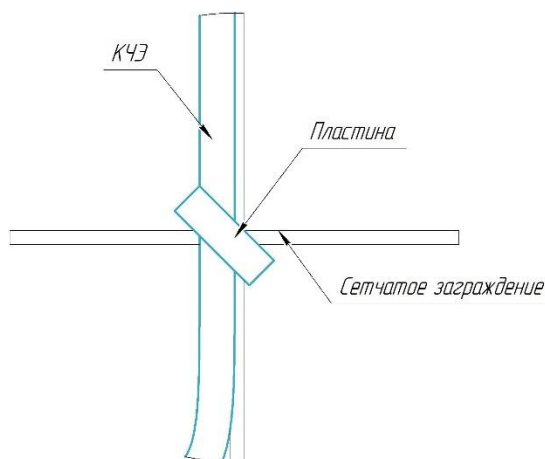

Рисунок 2
- 5) Кабельные ЧЭ НЧ и ЧЭ ВЧ крепить пластинами (Рисунок 2) или металлическими стяжками из комплекта монтажных частей КМЧ-СК (комплект монтажных частей КМЧ-СК, и металлические стяжки в состав изделия не входят, приобретаются отдельно) на расстоянии не более 0,7 м (рекомендуемое значение – 0,4 м) от верхнего (нижнего) края полотна заграждения, начиная от дальнего конца